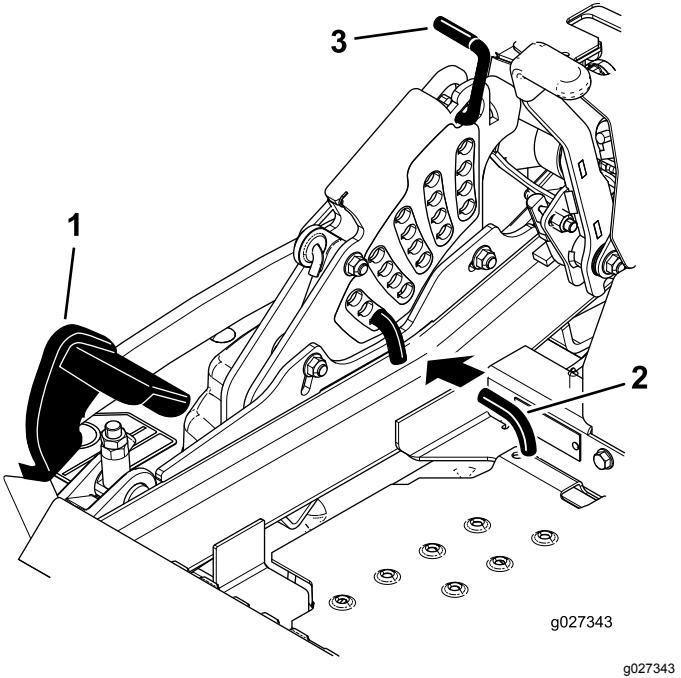

Figura 27
- Pise el pedal de elevación de la carcasa y eleve la carcasa a la posición de transporte (que es también la posición de altura de corte de 140 mm - 5½"); consulte Figura 27.
- Para ajustar la altura de corte, gire el pasador 90° y retire el pasador del soporte de altura de corte (Figura 27).
- Seleccione el taladro del soporte de altura de corte que corresponde a la altura de corte deseada, e inserte el pasador (Figura 27).